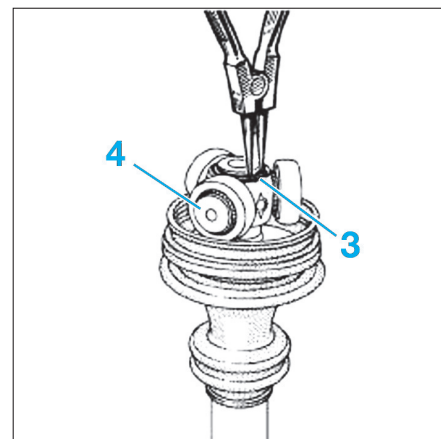

Fig. 8
- Déposer le circlip (3) en bout de transmission (Fig.8).
- Extraire le tripode (4) à la presse, en prenant appui sur un outil approprié.